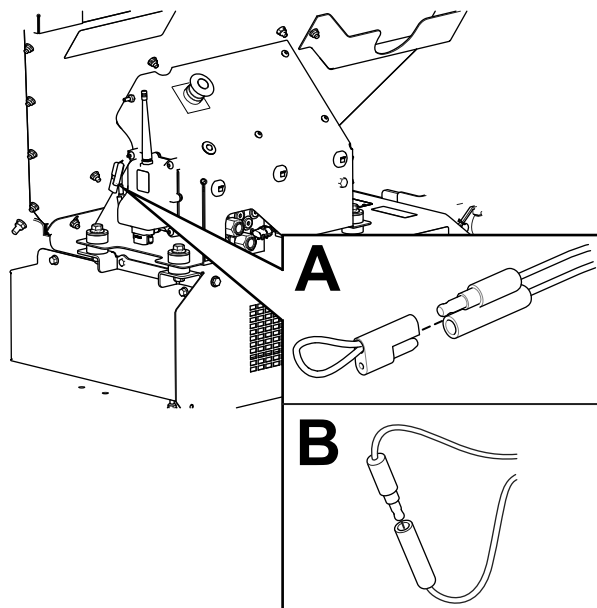

Figura 64
2. Staccate il cappuccio fisso dei 2 connettori di derivazione di diagnostica (Figura 64, A).
3. Collegate tra loro i connettori di derivazione diagnostici (Figura 64, B).
2. Scollegate i connettori di derivazione diagnostici (Figura 64, B).
3. Spingete il tappo collegato sui 2 connettori di derivazione diagnostici (Figura 64, A).